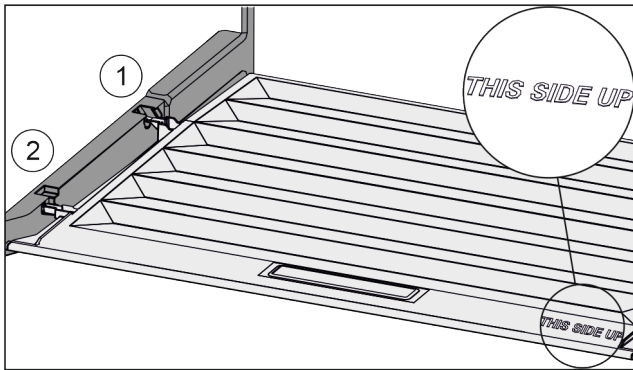

Fig. 115
- ▶ Пъхнете шийките на капака през отвора в задния държач Fig. 115 (1) и фиксирайте отпред в държача Fig. 115 (2).